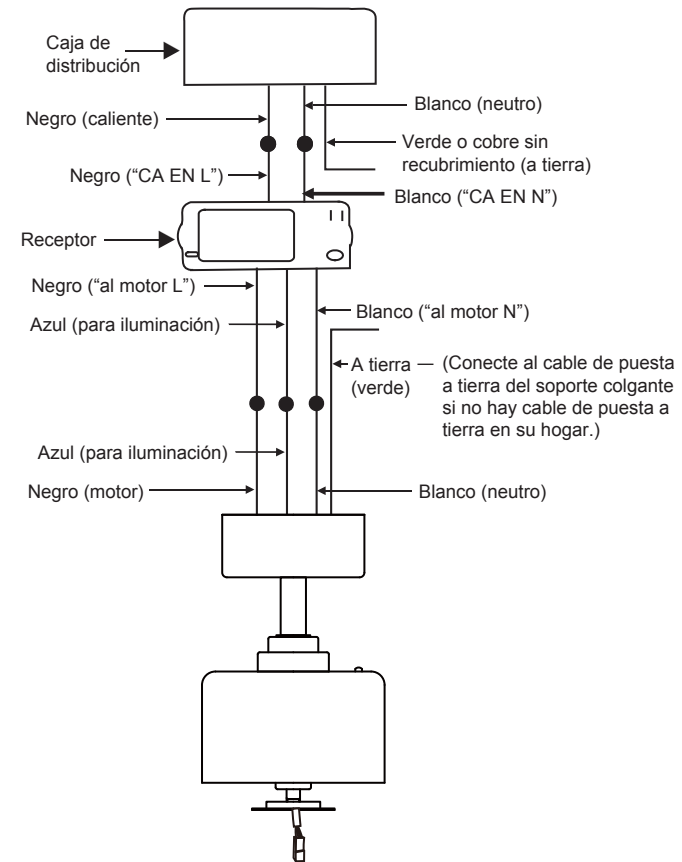

Fig. 14
Paso 2. Conexiones eléctricas del motor al receptor: (Fig. 14)
Paso 3. (Fig. 14) Conexiones eléctricas del receptor a los cables de alimentación del hogar: Conecte el cable negro (caliente) del cielorraso al cable negro marcado como "AC in L" (CA en L) del receptor. Conecte el cable blanco (neutro) del cielorraso con el cable blanco marcado como "AC in N" (CA en N) del receptor. Asegure las conexiones de cables con las tuercas plásticas para cable proporcionadas.
Paso 4. (Fig. 14) Si su caja de distribución tiene un cable de puesta a tierra (verde o cobre sin recubrimiento), conéctelo a los cables de puesta a tierra del ventilador; en caso contrario, conecte el cable de puesta a tierra del soporte colgante al soporte de montaje. Asegure la conexión eléctrica con una tuerca de plástica para cable proporcionada. Después de haber conectado los cables, sepárelos de manera que el cable verde y el cable blanco queden de un costado de la caja de distribución y el cable azul y el cable negro queden del otro costado. Empuje con cuidado las conexiones de cables hacia arriba dentro de la caja de distribución.